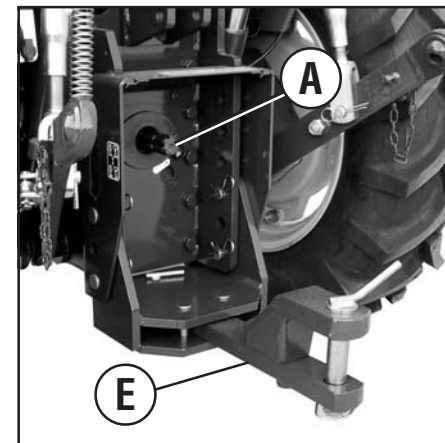

Fig. 7
- Bak, för bogsering av släp och utrustning, stel med bult reglerbar i höjdled (B fig. 5/A) eller dragkrok CBM (C fig. 5/B). Den sista skiljer sig från den normala stela dragkroken genom att den kan vrida sig runt den egna längdaxeln. Dragkroken Slider (D fig. 5/C, tillval) skiljer sig från dragkroken CBM genom att den lätt kan justeras i höjdled. Svängande stag för redskap som kräver fri svängningsrörelse i tvärlängd (E fig. 7, ej tillgänglig för samtliga länder).